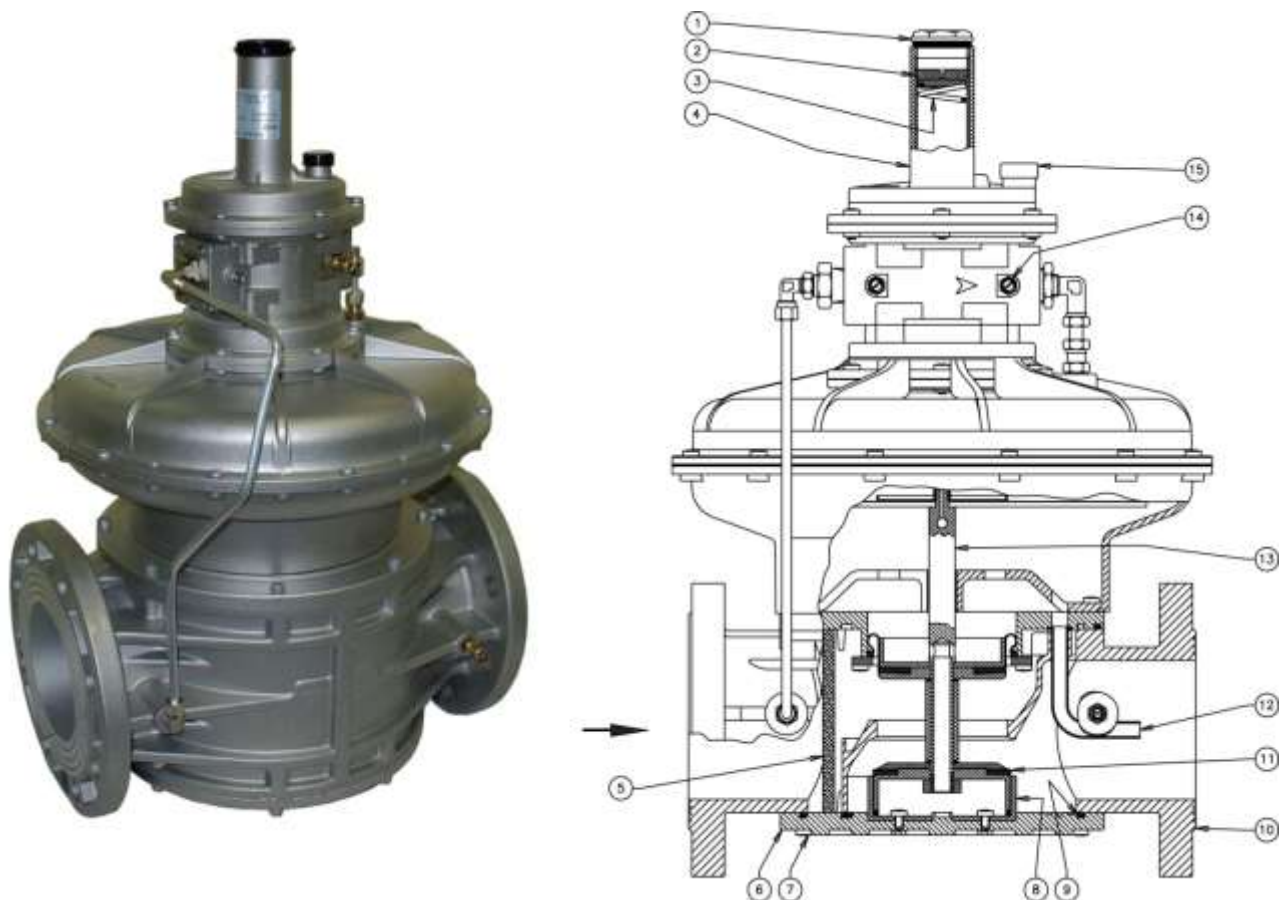

Рис. 4
Регулятор (рис. 4) состоит из: колпачок (1); винт настройки выходного давления (2); пружина настройки выходного давления (3); воронка (4); фильтрующий элемент (5); нижняя крышка (6); винты крепления нижней крышки (7); седло (8); уплотнительное кольцо (9); корпус (10); уплотнитель затвора (11); встроенный импульс (12); центральный шток (13); штуцер для отбора давления (14); пылезащитный колпачок (15).